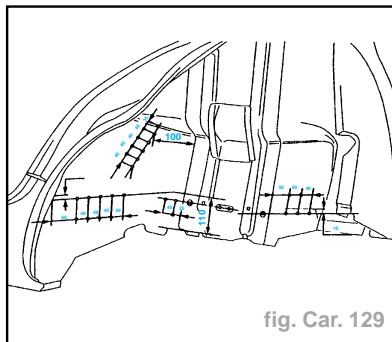

fig. Car. 129
- Tracer, puis percer à un diamètre 8 mm pour soudage ultérieur par points bouchons (fig. Car. 129).